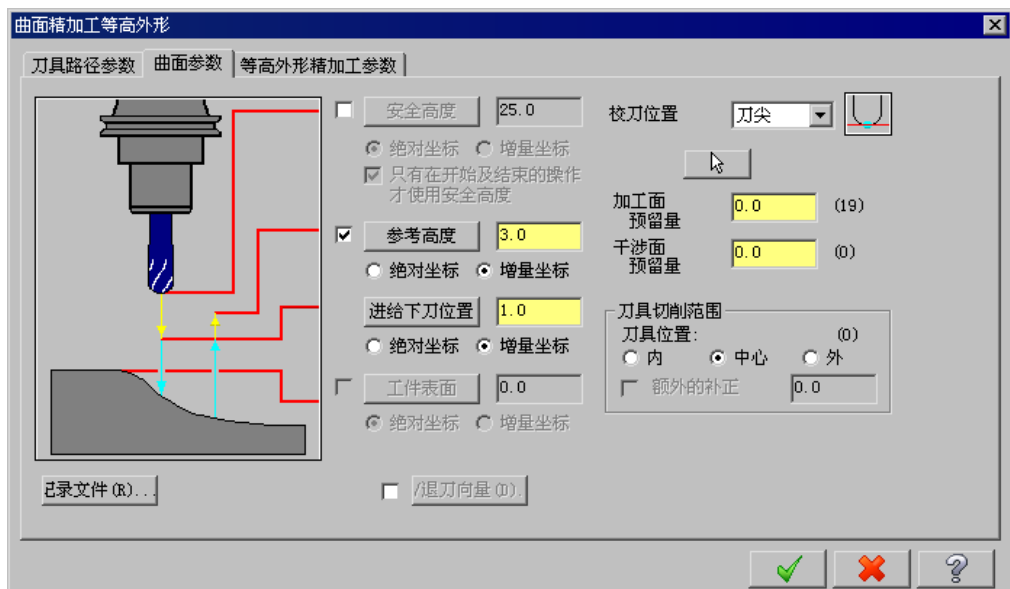

图 11.13.18 “曲面参数”选项卡
(1) 完成上步操作后，在“曲面精加工等高外形”对话框的 选项卡的列表框中显示出上步选取的刀具，双击该刀具，系统弹出“定义刀具-机床群组-1”对话框。
(2) 设置刀具号码。在“定义刀具-机床群组-1”对话框中的 文本框中，将原有的数值改为4。
(3) 设置刀具的加工参数。单击“定义刀具-机床群组-1”对话框的 选项卡，在 文本框中输入值 200，在 文本框中输入值 1200，在 文本框中输入值 1200，在 文本框中输入值 1500。
(4) 设置冷却液方式。在 选项卡中单击 按钮，系统弹出“Coolant...”对话框，在 下拉列表中选择 选项，单击该对话框中的 按钮，关闭“Coolant...”对话框。
Step7. 设置曲面加工参数。在“曲面精加工等高外形”对话框中单击 选项卡，设置图 11.13.18 所示的参数。